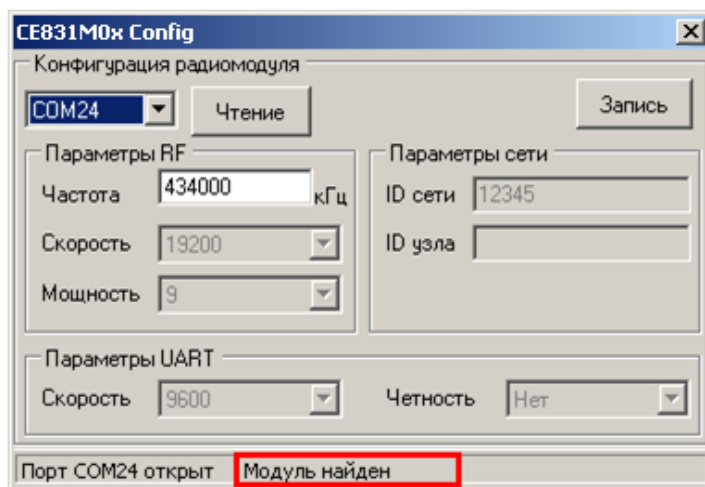

Рисунок 38 – Строка статуса после установления связи с радиомодулем
5.2.3.4.14 Подать питание на счетчик, при этом в строке статуса должна появиться надпись «Модуль найден» (рисунок 38). В случае если модуль не найден, проверить правильность подключения модуля к ПК, отключить питание счетчика и повторно подать.
5.2.3.4.15 После того, как связь с радиомодулем счетчика установлена, частоту радиоканала радиомодуля можно изменить (если требуется). Для этого необходимо ввести новое значение частоты в соответствующее поле ввода (см. рисунок 38).